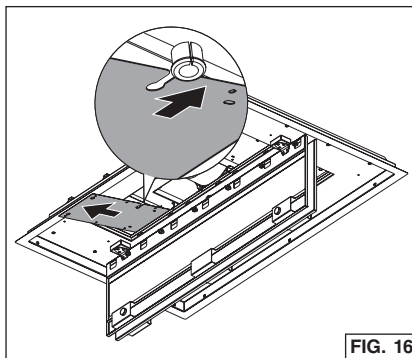
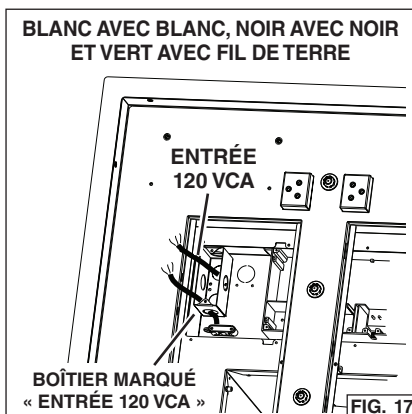

FIG. 16
FIG. 17
- De l'intérieur de la pièce, rabattez vers le bas les deux panneaux de fermeture. Fig. 16.
- Enlevez les (4) vis du panneau d'accès du compartiment électrique. Glissez le panneau de côté pour exposer le boîtier de connexion.
- Dans le boîtier électrique marqué « ENTRÉE 120 VCA », enlevez les (2) vis qui retiennent le couvercle au boîtier métallique de câblage. Fig. 17.
- Remplacez le panneau d'accès du compartiment électrique et les (4) vis.